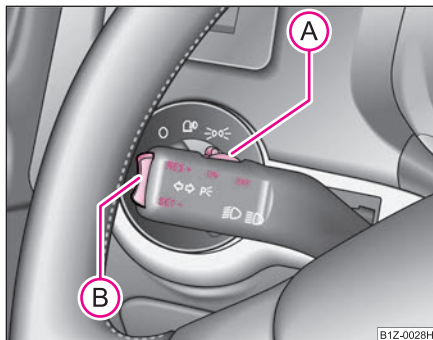

Fig. 135 Maneta:
- Apăsați comutatorul (A) ⇒ fig. 135 în poziția **ON**.
- După atingerea vitezei dorite apăsați tasta (B) în poziția **SET**.
- Viteza memorată poate fi **mărită** fără acționarea pedalei de accelerație, apăsând tasta (B) ⇒ fig. 135 în poziția **RES**.
⇒ pagina 147, fig. 135 în poziția **RES**.
- Apăsați comutatorul **(A)** ⇒ pagina 147, fig. 135 spre dreapta în poziția **OFF**. ■